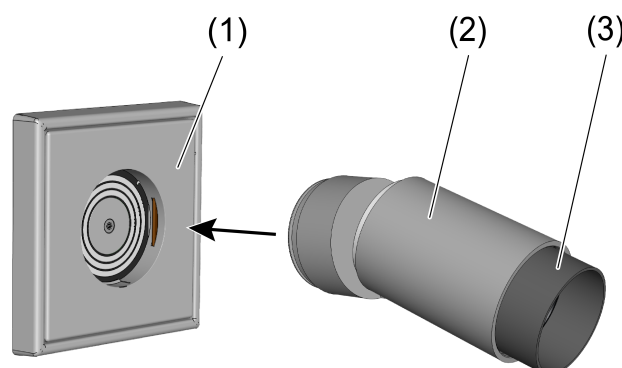

Bild 2: Lichtaufsatz montieren
- Lichtaufsatz (2) auf die montierte Lichtsteckdose (1) aufsetzen (Bild 2).